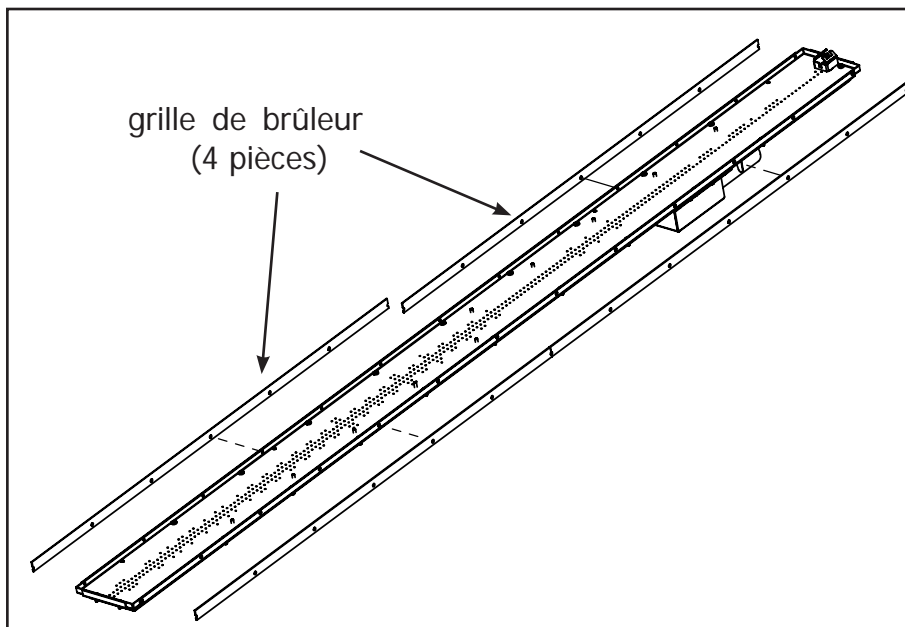

Figure 24: Enlèvement du grillage du brûleur (LP UNIQUEMENT)
8. **LP UNIQUEMENT** : À l'aide d'un tournevis T20, retirez les 4 morceaux de grillage des côtés du brûleur (figure 24). **Les vis de retenue du treillis doivent être réinstallées.**